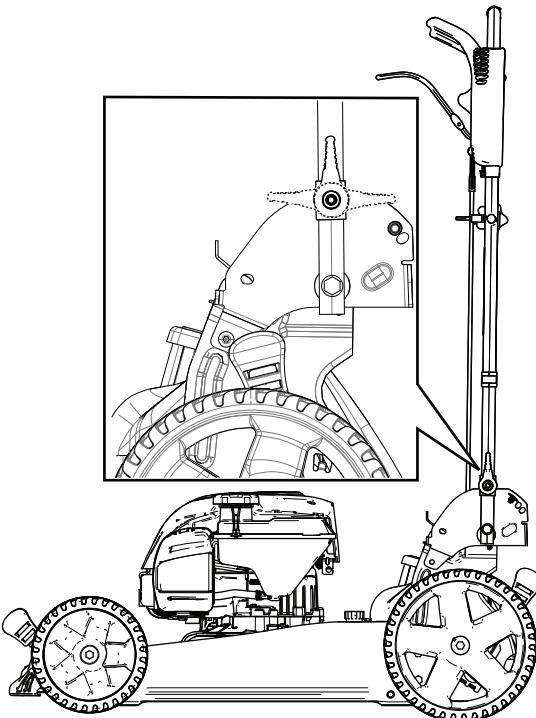

Figura 20
- Pliegue el manillar hacia adelante, a la posición vertical o a la posición de plegado completo, según se indica en Figura 20.